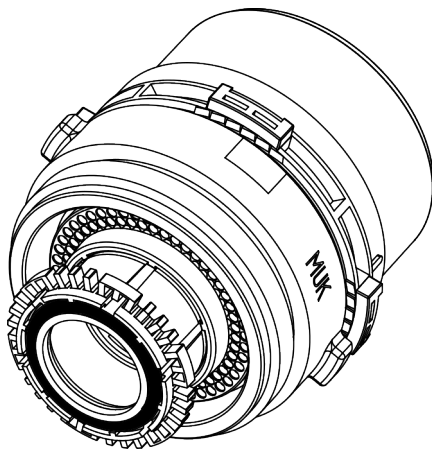

Abbildung 8. Dichtung MUK
2. Korrekten Sitz des O-Rings auf der Unterseite des Zählers prüfen und ggf. korrigieren (Abb. 8).